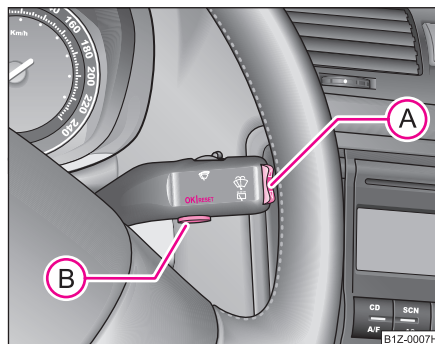

Fig. 9 Indicador multi-función: Elementos de mando
- Pulse la tecla **(B) ⇒ fig. 9** - en el display aparecerá **Speed warning 50 km/h (Advertencia a 50 km/h)**.